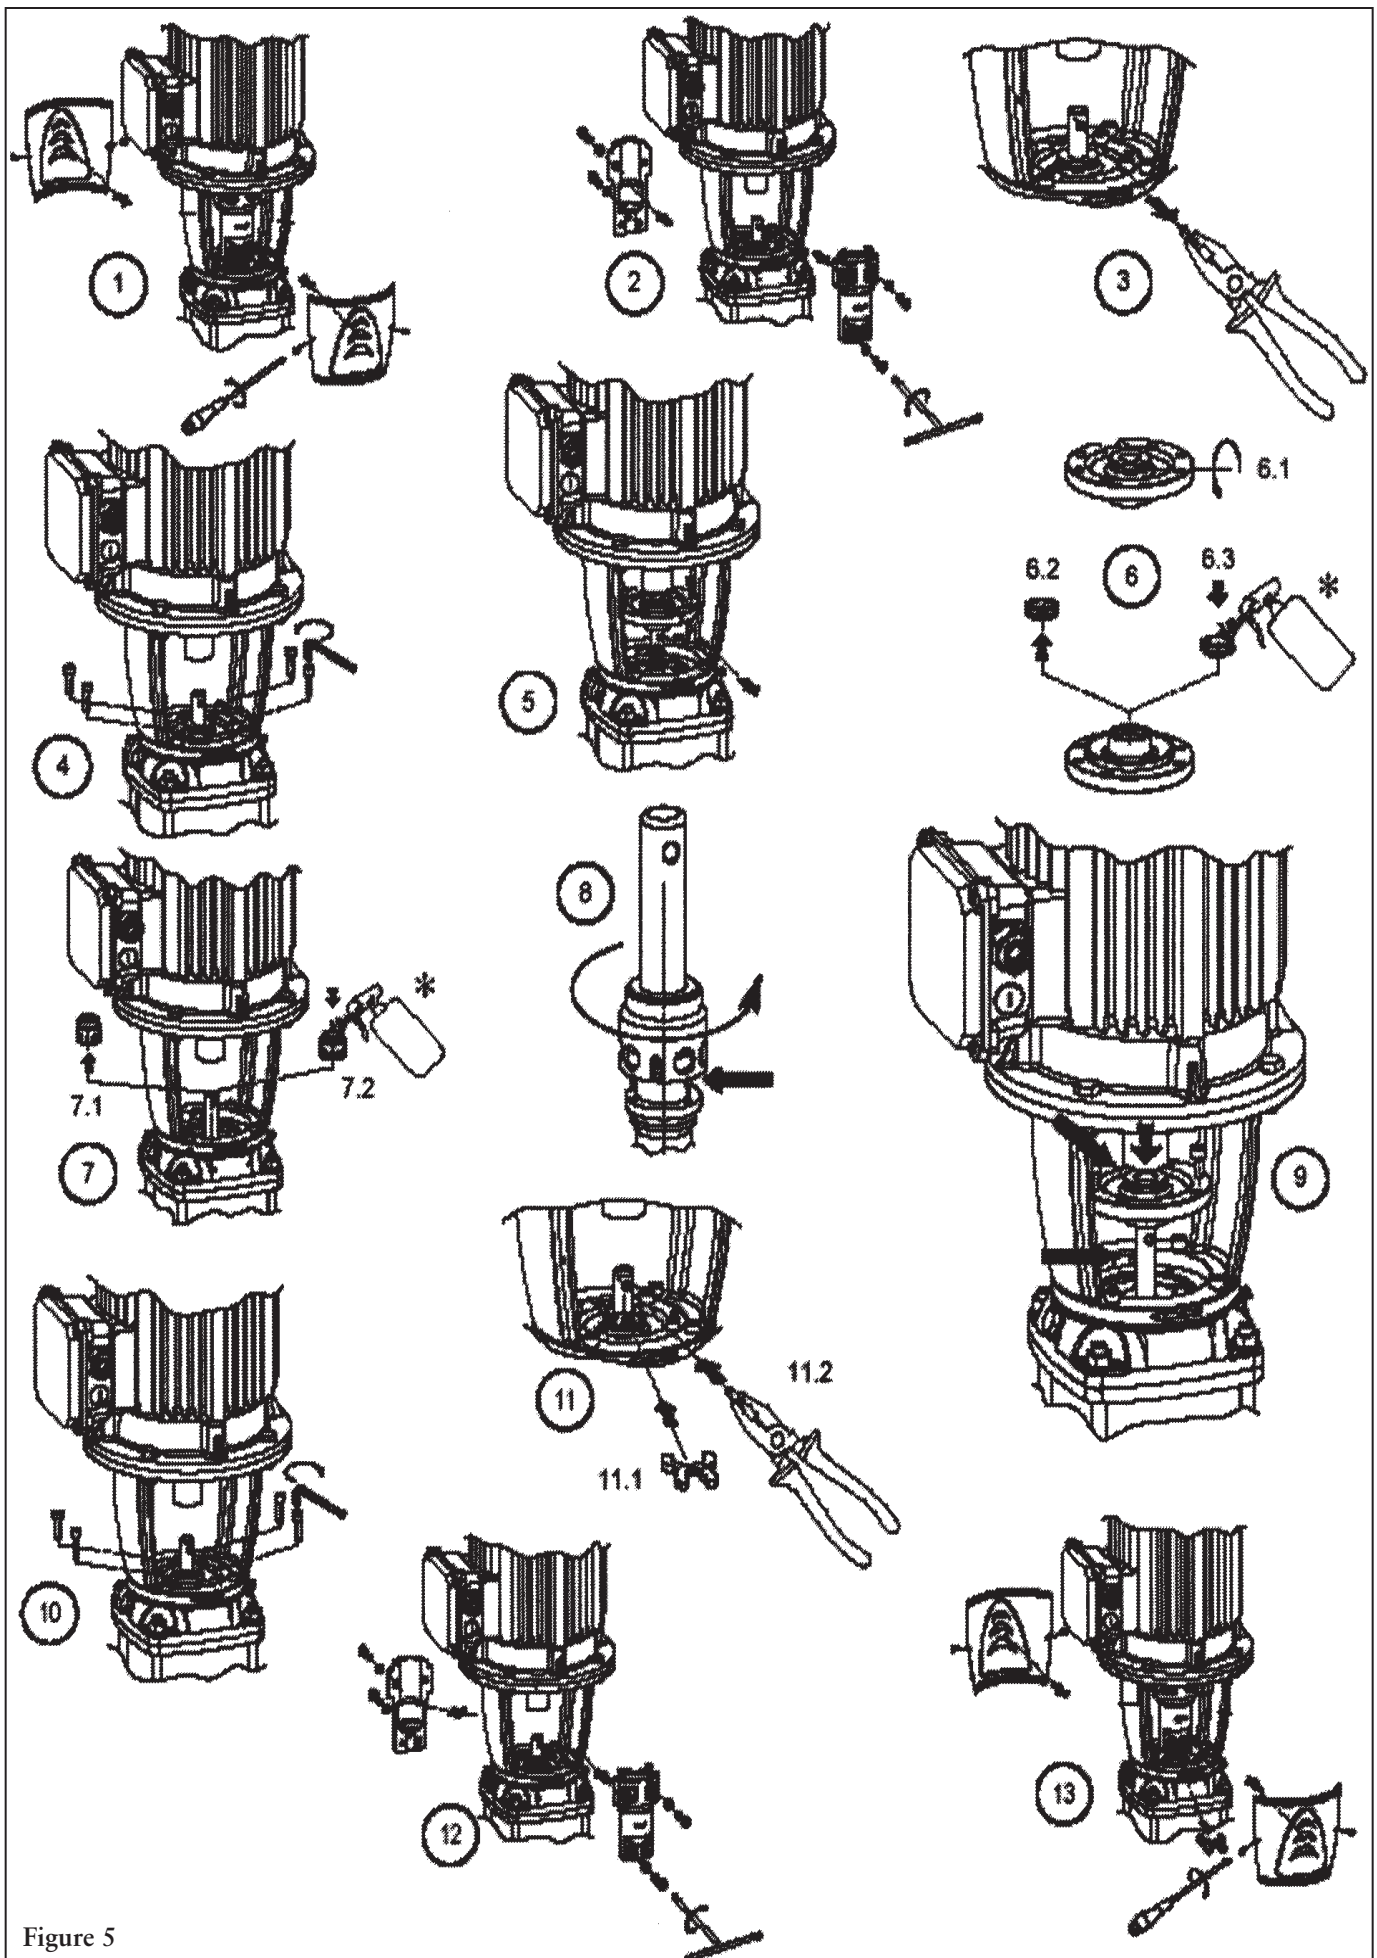

Figure 5
3. Enlever les carters d'accouplement, les 4 vis d'assemblage des demi-accouplements, ces derniers et la goupille de liaison (v. fig. 5, nos 1 à 3).
5. Poser deux (2) des vis de fixation dans les orifices taraudés de la plaque-logement et les visser uniformément pour dégager la plaque. Lever la plaque et la retirer par l'espace libre entre les arbres, mais avec précaution pour ne pas endommager l'élément fixe (v. n° 5, fig. 5).
6. Tourner la plaque-logement à l'envers et en ôter l'élément fixe de la garniture mécanique, son joint torique, ainsi que le grand joint torique (du collet en saillie) assurant l'étanchéité entre la tête de pompe et la plaque. Inspecter le logement pour s'assurer qu'il est propre et qu'il n'a ni arêtes vives ni corps étrangers. Appliquer un lubrifiant pour joints toriques sur le nouveau joint torique de l'élément fixe, puis pousser l'élément à fond dans son logement avec le pouce. NE PAS POUSSER TROP FORT et, dans la mesure du possible, mettre un chiffon doux et propre sur la surface d'étanchéité de l'élément pour le protéger pendant sa mise en place (v. n° 6, fig. 5).
7. Retirer de l'arbre de pompe l'élément mobile de la garniture mécanique. Inspecter l'arbre pour s'assurer qu'il n'a ni arêtes vives ni corps étrangers. Les arêtes vives devraient être lissées avec une toile d'émeri fine (v. 7, fig. 5).
8. Appliquer sur le joint torique du pourtour intérieur de l'élément mobile un lubrifiant convenant aux élastomères de la garniture. Enfiler l'élément avec précaution sur l'arbre de pompe. Tourner l'élément pour en aligner la goupille sur l'un des trous de la chemise d'arbre (v. 8, fig. 5).
Placer la plaque-logement entre l'arbre de moteur et l'arbre de pompe et enfilez la plaque sur ce dernier. Procéder avec précaution pour ne pas endommager la surface d'étanchéité de l'élément fixe de la garniture (v. fig. 5, n° 9).
10. Reposer les 4 vis de fixation de la plaque-logement et les serrer uniformément au couple stipulé dans les Données techniques (v. 10, fig. 5).
11. Insérer la goupille de liaison de l'arbre de pompe dans son orifice et placer la cale de réglage de position sur la saillie centrale de la plaque-logement (v. 11, fig. 5). À défaut, on peut employer une cale de 5 mm (0,203 po) d'épaisseur.
12. Reposer les demi-accouplements et en serrer les vis d'assemblage uniformément au couple indiqué (v. Données techniques). Ôter et conserver la cale (v. n° 12, fig. 5).
13. Tourner l'arbre à la main pour s'assurer que la pompe et le moteur ne sont pas grippés, puis poser les carters d'accouplement (v. 13, fig. 5).